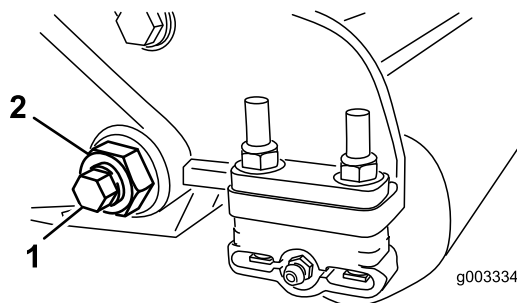

Рисунок 24
3. С каждой стороны машины ослабьте контргайку, крепящую болт планки неподвижного ножа (Рисунок 24).
вниз и снять ее с режущего блока (Рисунок 24).